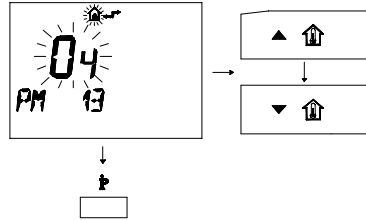

fig. 5.43
- 4 Per modificare il SET programmato agire sui pulsanti o e aspettare che il numero programmato cominci a lampeggiare (fig. 5.43)